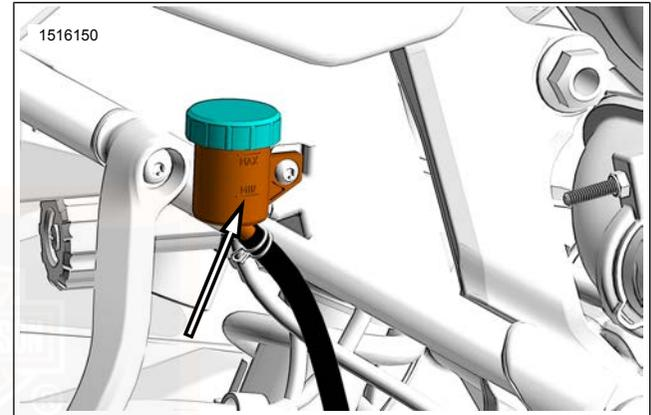

Abbildung 64. MIN-Markierung am Hinterradhauptbremszylinderbehälter
3. **Hinten:** Siehe Abbildung 64 Den Füllstand an der Seite des Hinterradbremssflüssigkeitsbehälters prüfen. Füllstand muss über der Mindestmarkierung am Schauglas liegen.